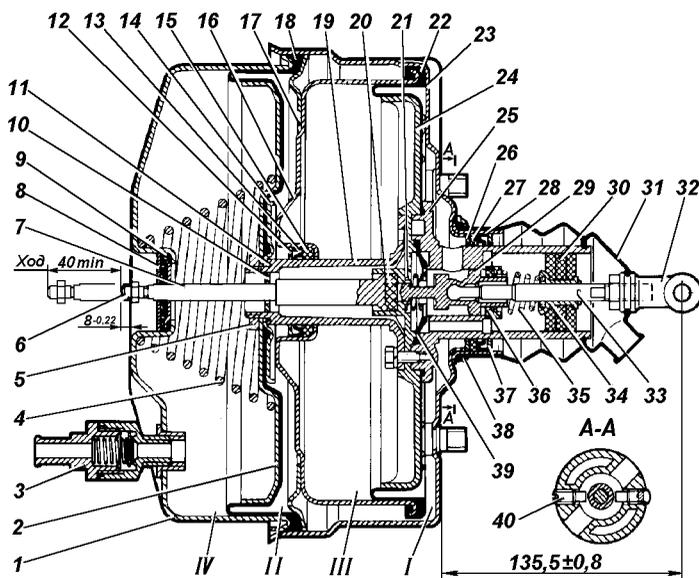

Рис. 7.13. Вакуумный усилитель:
**Вакуумный усилитель** (рис. 7.13) служит для повышения эффективности гидравлических тормозов при работающем двигателе.